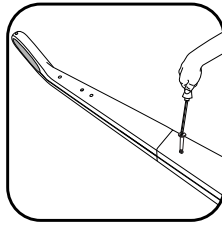

fig. 2
- Apriete el tornillo de bloqueo suministrado con un destornillador. (fig.2)